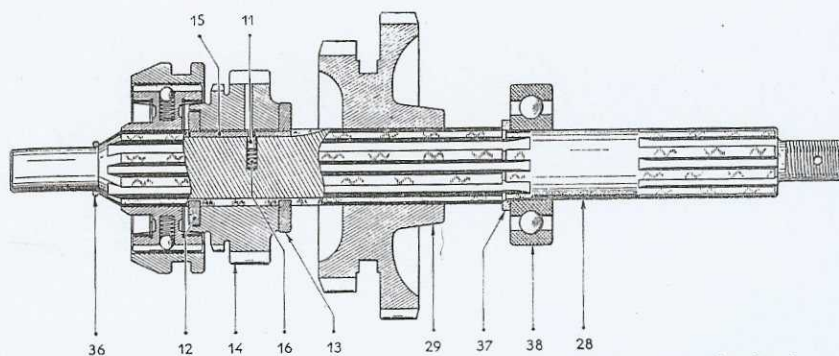

Fig. 22. — Arbre primaire
- Placer sur l'arbre primaire (28) (fig. 22) le pignon baladeur de 1^{re} et 2^e (29) la rondelle cannelée d'appui AR (13), l'encoche la plus large en face du logement de la clavette sur l'arbre.
- Placer le ressort (16) et le bonhomme de verrouillage (11) dans leur logement, mettre en place la plaquette d'arrêt (15) et la faire dépasser vers l'arrière de 6 mm environ de la rondelle cannelée.
- Placer, sur l'arbre préalablement huilé, le pignon fou (14).
- Monter une rondelle cannelée d'appui AV (12) l'encoche la plus large face à la plaquette d'arrêt.
- S'assurer que le bonhomme est bien engagé dans la plaquette. Le jeu latéral du pignon fou doit être compris entre 0,05 et 0,10 mm; si ce jeu n'est pas réalisé, l'obtenir en choisissant une autre rondelle cannelée d'appui AV (12) parmi celles disponibles.